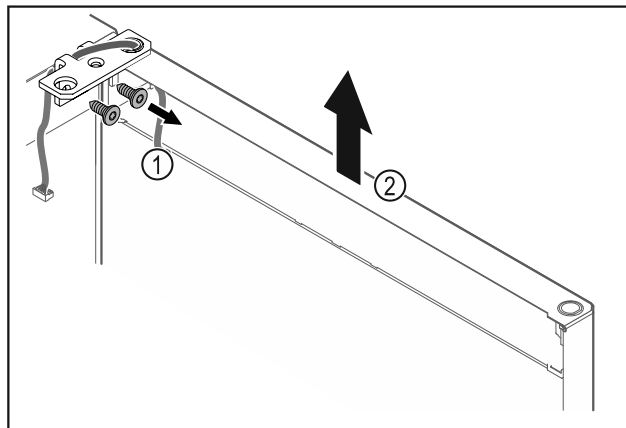

Fig. 16
- Desatornillar la escuadra de bisagra Fig. 16 (1).
- Levantar la puerta junto con la escuadra de bisagra Fig. 16 (2) aproximadamente 200 mm recta hacia arriba y retirar.